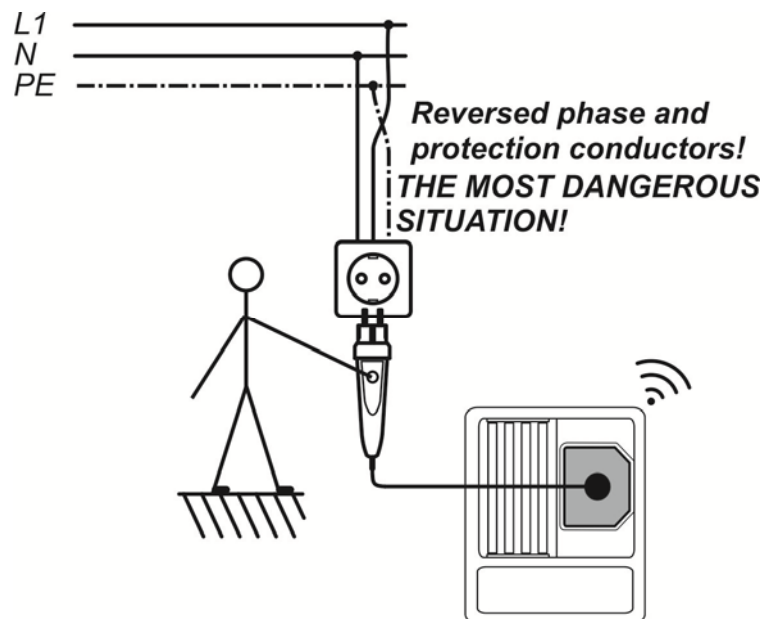

Abbildung D.4: Vertauschte Leiter L und PE (bei Verwendung des Commander-Prüfsteckers)
- ❑ **Schließen** Sie das Commander-Gerät an den Prüfling **an** (siehe Abbildung D.4).